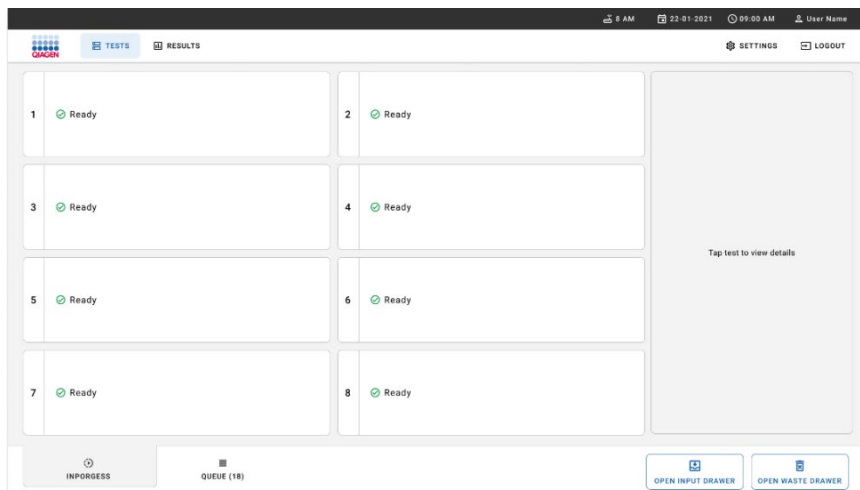

Figure 20. Écran de test principal.
1. Appuyez sur le bouton **OPEN WASTE DRAWER** (Ouvrir le tiroir à déchets) dans le coin inférieur droit de l'écran principal de test (Figure 20).
3. Fermez le tiroir à déchets après avoir retiré les cartouches. Le système analyse le plateau et revient à l'écran principal (Figure 20). Si le plateau a été retiré à des fins de maintenance, assurez-vous qu'il est correctement inséré avant de fermer le tiroir.
4. Appuyez sur le bouton **OPEN INPUT DRAWER** (Ouvrir le tiroir d'entrée) dans le coin inférieur droit de l'écran (Figure 20).